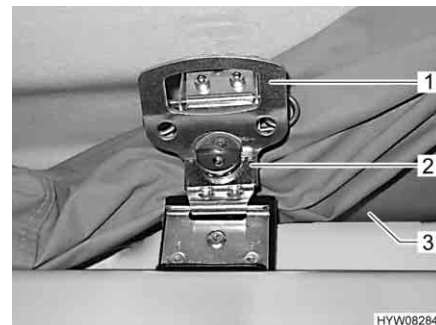

Fig. 27 Serratura rapida, bloccata
- Ruotare la maniglia (Fig. 27,1) sulla serratura rapida (Fig. 27,2) in senso orario di mezzo giro.
- Avvolgere la tenda (Fig. 27,3) e spingerla dietro il bordo.